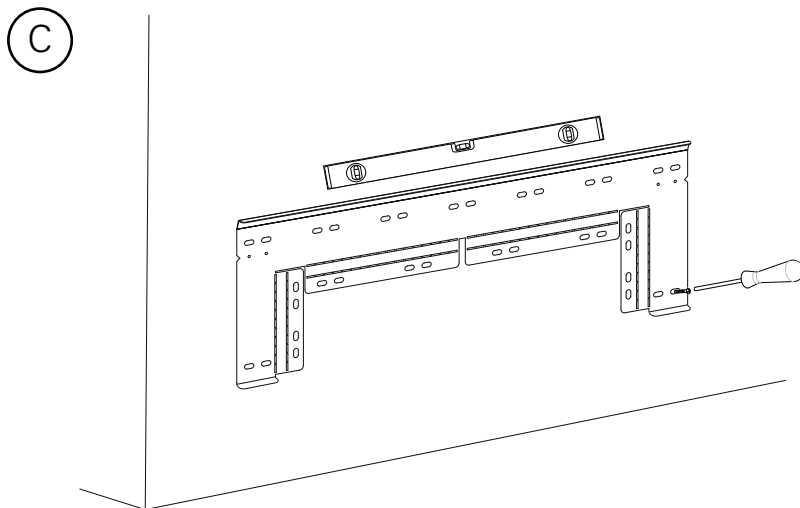

Fig. 3: Mounting wall bracket
1. Разместите монтажную скобу ровно на стене и зафиксируйте её саморезами (не менее 2-х) через овальные отверстия. Очень важно, чтобы скоба располагалась строго горизонтально. Для удобства используйте разметочные отверстия, тогда прибор будет установлен на высоте 10 см от пола. Смотрите Рис.3.